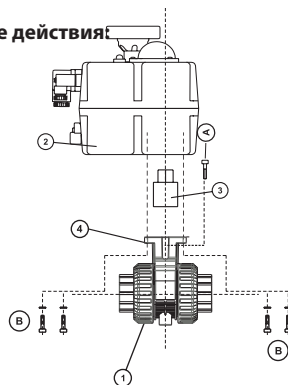

Рис. 19
5. Выверните винты (А, рис. 19).
6. Отделите электропривод (2) с помощью монтажного зажима (4) от клапана с открытым валом (рис. 19).
8. В случае, если привод необходимо заменить ручкой, также снимите соединительную втулку (3, рис.19). Чтобы собрать новый привод или новый клапан, действуйте в направлении, противоположном описанию выше.